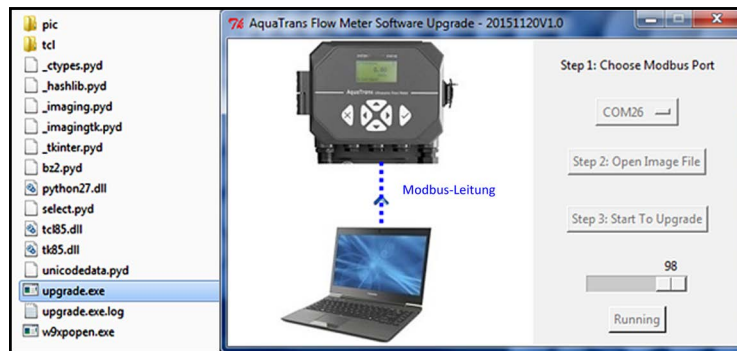

Abbildung 36: Software update.exe ausführen
3. Starten Sie die Update-Software, indem Sie auf die Datei „upgrade.exe“ klicken (siehe *Abbildung 36* unten). Eine Installation der Software auf dem PC ist nicht erforderlich.